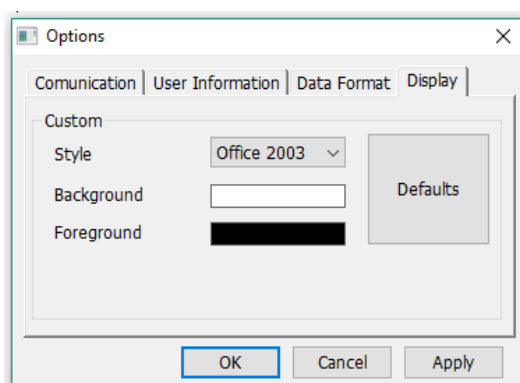

Fig. 2.7-3 Stile e colori
- Nella linguetta **Display** è possibile impostare lo stile del software ed i colori di visualizzazione delle schermate (Fig.2.7-3);